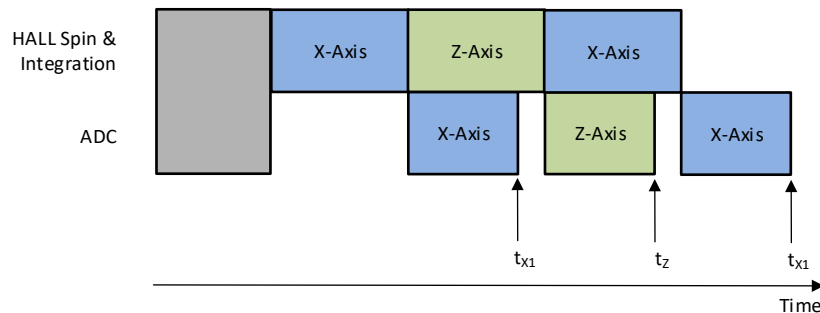

图 8-3. XZX 磁场转换
在绝对角度测量中，需要来自多个轴的应用传感器数据，才能计算出精确的角度。在不同时间通过同一信号链收集的磁场数据会在角度计算中引入误差。TMAG5170 提供伪同步采样数据收集模式来消除此误差。图 8-3 显示了一个示例，其中 MAG\_CH\_EN 设置为 1101b 来收集 XZX 数据。方程式 14 显示了 X 和 Z 传感器数据的时间戳相同。
- $t_{x1}$ 、 $t_z$ 、 $t_{x2}$  是 X、Z、X 传感器数据完成的时间戳，如图 8-3 中定义。